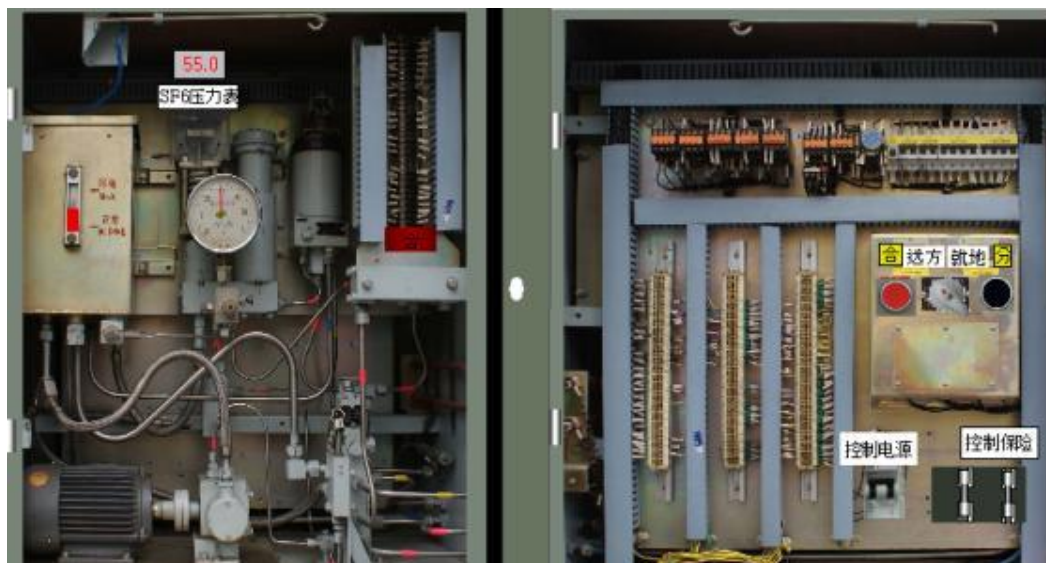

图 5-9 黄 22 开关操作箱内部机构
4) 点击操作箱，可以对开关进行相应操作。如图 5-9 为黄 22 开关操作箱内部机构。